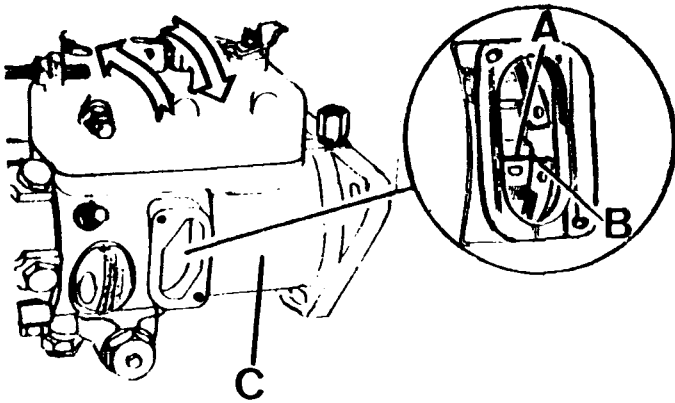

Fig. A3-40A Ajuste de la bomba una vez --
- 3.12. Hacer coincidir la marca, A (Fig. A3-40A) de sincronización con la parte recta, B, del anillo. Para lo cual será necesario girar el cuerpo de la bomba inyectora, C, hacia la izquierda o hacia la derecha. Una vez que las marcas estén coincidiendo, apretar definitivamente las tres tuercas que fijan la bomba inyectora a la tapa intermedia y montar la tapa de la ventana de inspección de la bomba, A (Fig. A3-36).